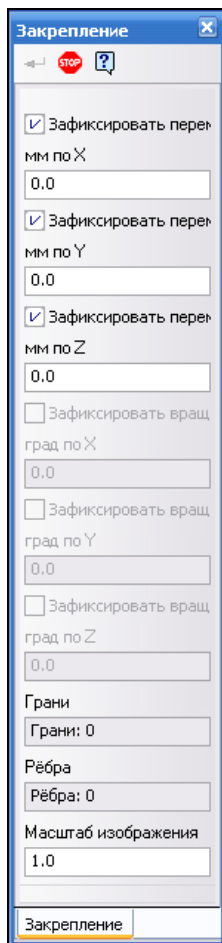

Рис. 10.15. Панель свойств: **Закрепление**
- ◆ нажмите кнопку **Установить закрепление**  на панели **Подготовка модели**. Активизируется Панель свойств: **Закрепление** (рис. 10.15). В Строке сообщений указание: *Укажите грани и ребра для установки закрепления*;